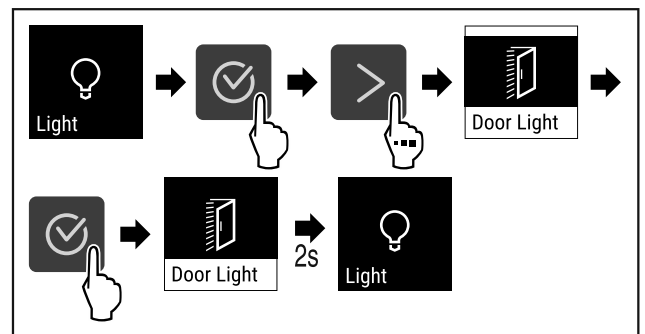

Fig. 69
- ▶ Atlikite veiksmus (žr. Fig. 69).